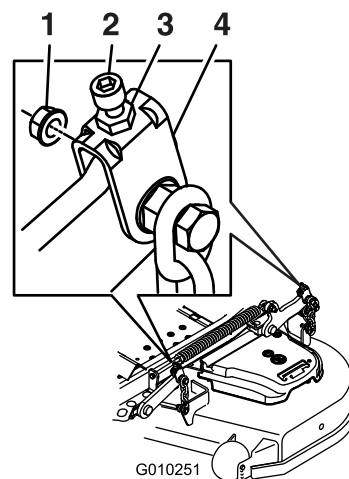
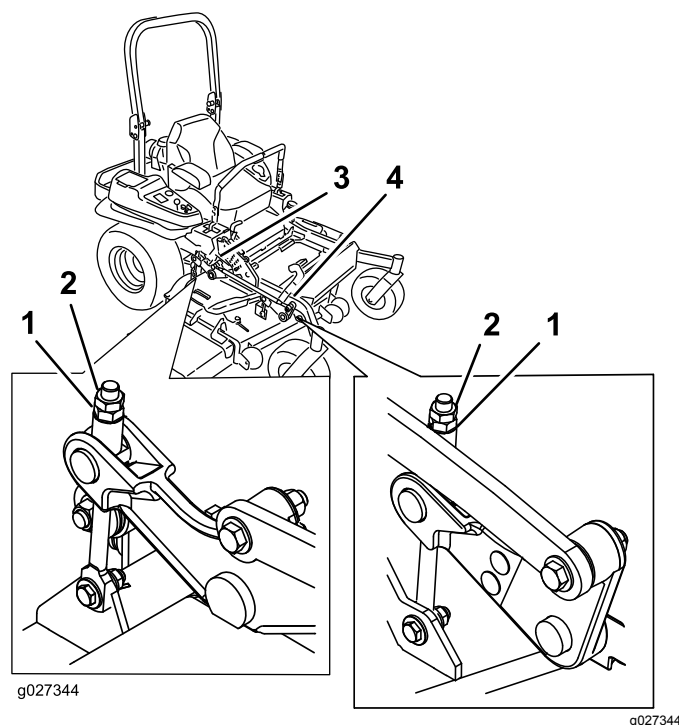

Figure 106
Figure 107
10. Ajustez précisément le serrage de l'écrou de réglage sur l'ensemble de levage du tablier avant (Figure 106 ou Figure 107).
16. Ajustez précisément la vis de réglage en la tournant jusqu'à obtention d'une hauteur de 8,3 mm (3,25 po) (Figure 107).